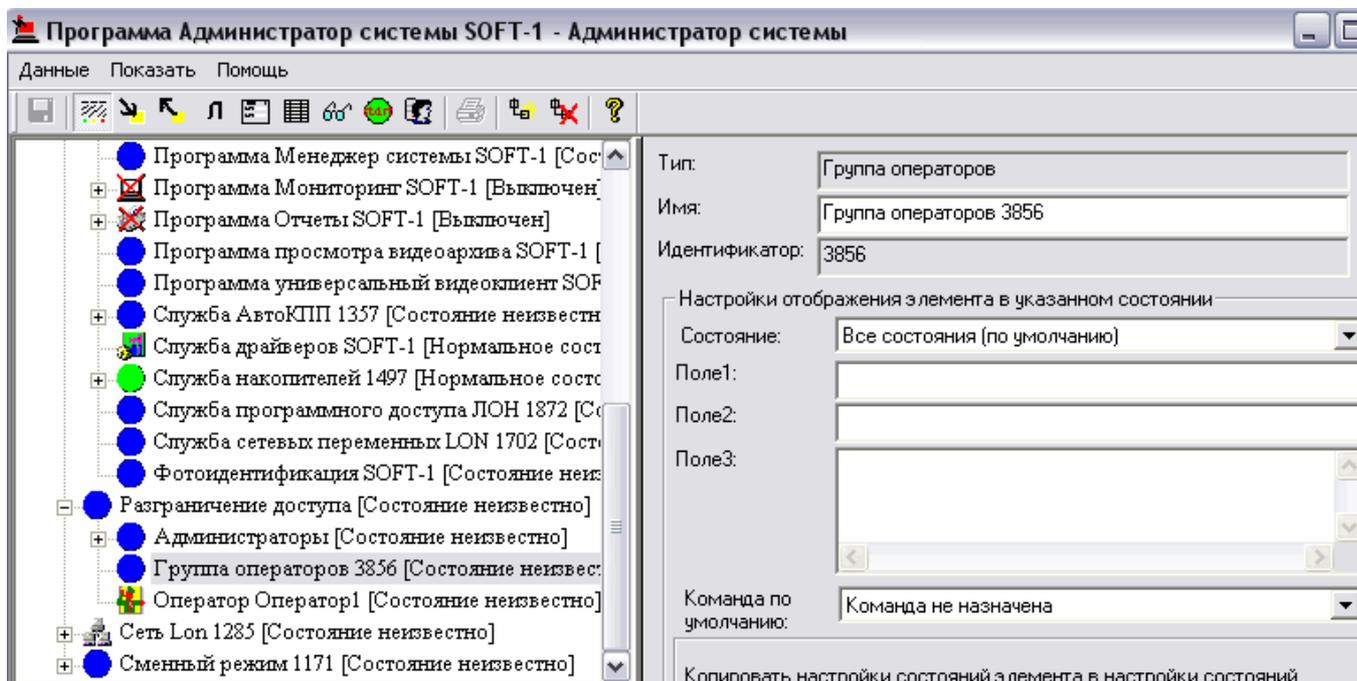

Рисунок 21 — Общие свойства элемента **Группа операторов**
4. В открывшемся окне введите имя и пароль нового оператора (рисунок 21). Чтобы постороннее лицо не смогло просмотреть пароль на экране компьютера, при вводе пароля символы отображаются в виде звездочек (*). Для исключения ошибки указания пароля вам необходимо ввести его не только в поле **Пароль**, но и в поле **Подтверждение пароля** этого окна.